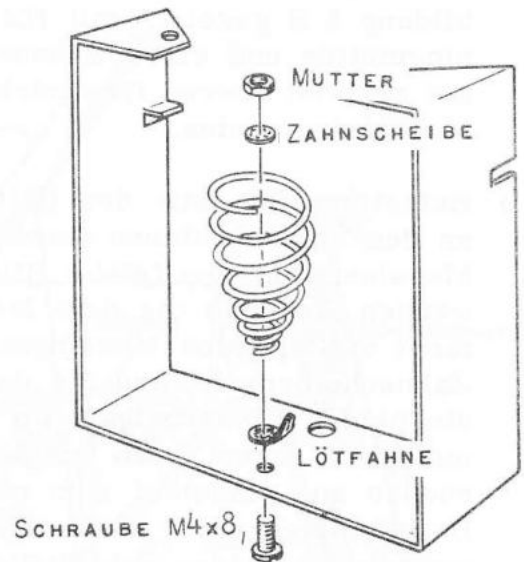

ABBILDUNG 5 A
- () Montieren Sie die Batterie-Andruckfeder im Halterahmen, wie in Abbildung 5 A gezeigt.